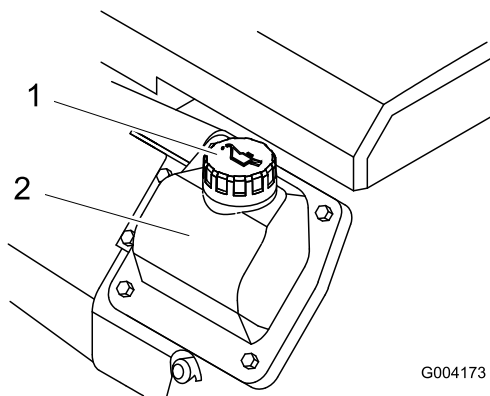

Figure 16
8. Si le niveau est bas, nettoyez la surface autour du bouchon de remplissage et enlevez le bouchon (Figure 16).